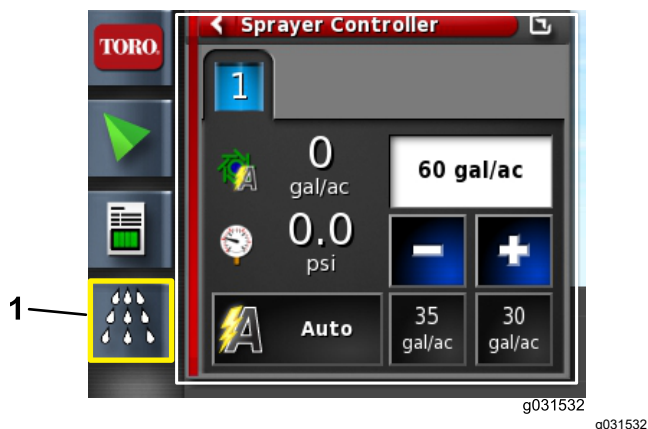

Figura 66
2. Abra o ícone comando do pulverizador (Figura 66).